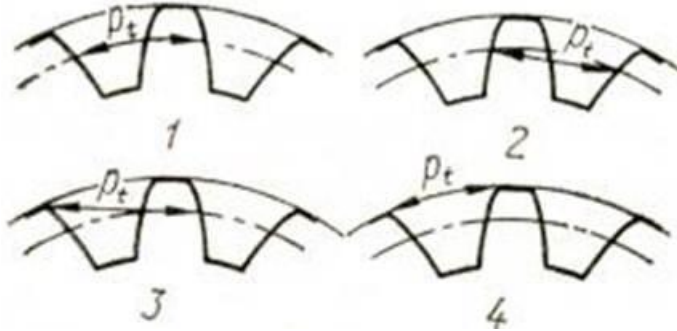

Рис. 1
5. На каком рисунке правильно показан шаг зацепления (рис.1)?